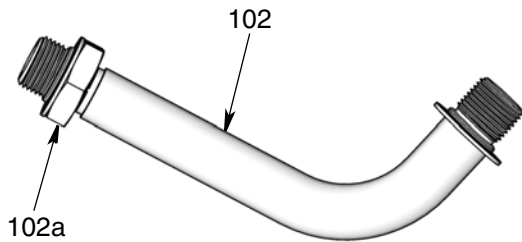

FIG. 4
4. Installer la rallonge (102) sur le compteur :
- a. Dévisser l'écrou (102a) (FIG. 4) de la rallonge jusqu'à ce qu'il soit entièrement dégagé des filetages du tuyau.